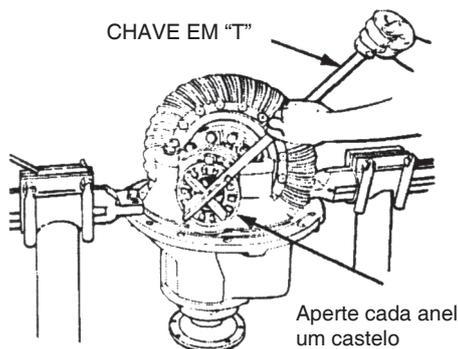

Figura 5.39
5. Aperte cada anel de ajuste dos rolamentos em 1 castelo a partir da folga zero. Os rolamentos laterais da caixa dos satélites deverão ter uma pré-carga de 1.7-3.9 N.m (15-35 lb-in). Figura 5.39.